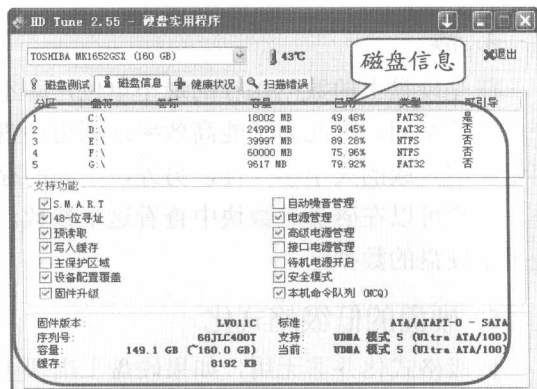

图 6-15 磁盘信息
步骤② 选择“磁盘信息”选项卡,显示硬盘支持的功能、硬盘的固件版本、序列号、容量、缓存大小以及当前的 Ultra DMA 模式等信息,如图 6-15 所示。